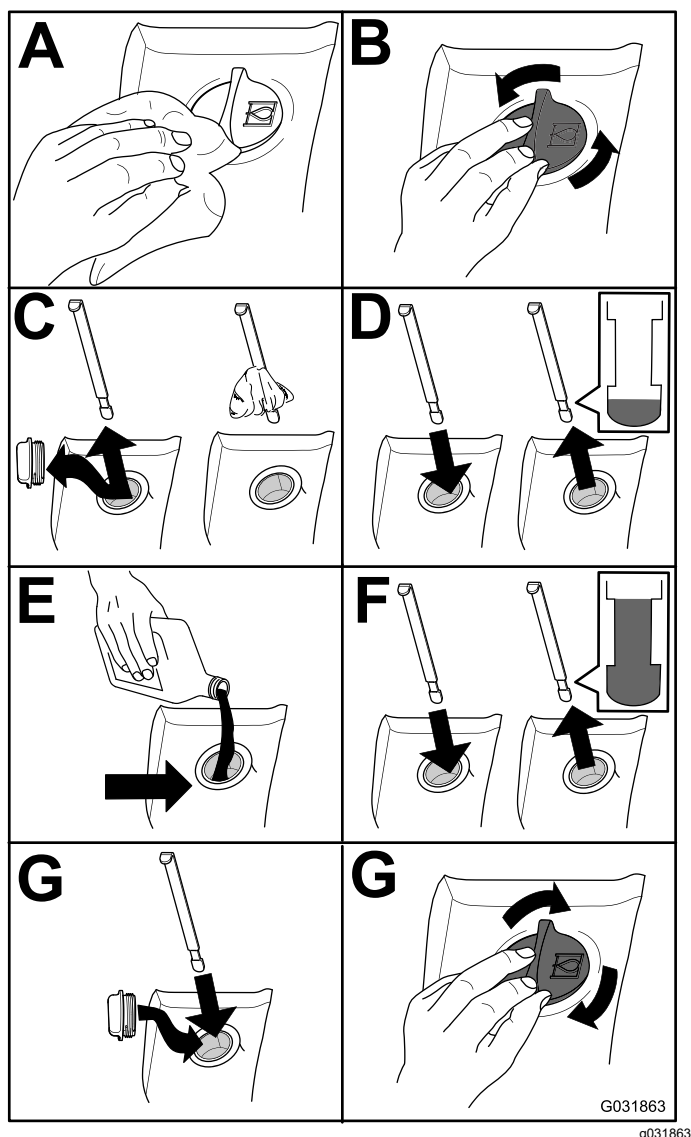

Figure 85
2. Contrôlez le niveau du liquide hydraulique (Figure 85).